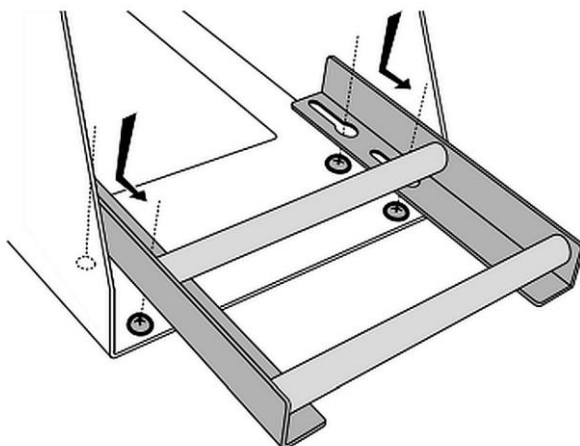

Fig. 3
3. Hold stykkerne sammen, placer dem på de 4 skruehoveder (fig. 3).